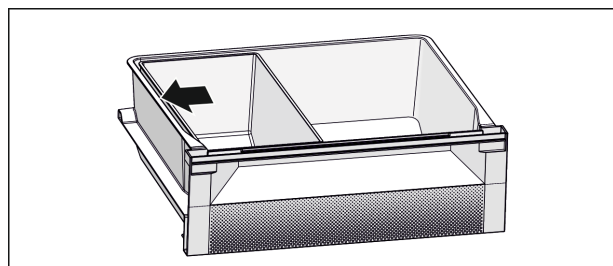

Fig. 6
- Sistemare la vaschetta Fish & Seafood. Con la posizione raffigurata Fig. 6 (I) si ottiene una funzione di raffreddamento ottimale.